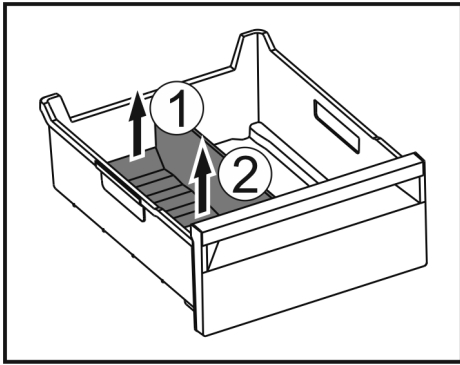

Fig. 138
- ▶ Achterste deel van de ijsvak-scheider optillen. Fig. 138 (1)
- ▶ Ijsvak-scheider er naar boven toe uitnemen. Fig. 138 (2)